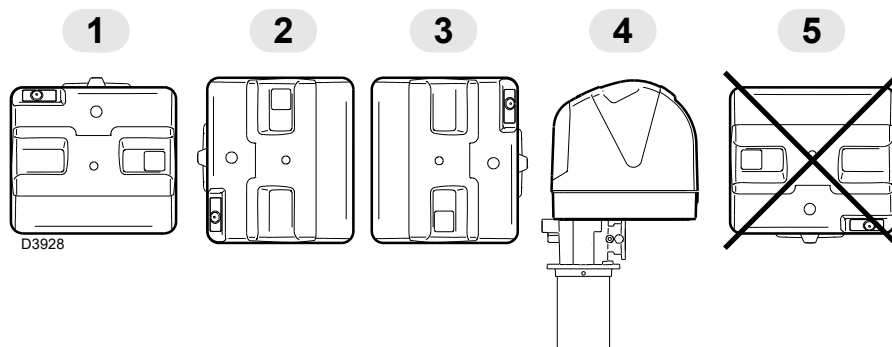

Abb. 7
- Der Brenner ist nur für einen Betrieb in den Stellungen **1, 2, 3** und **4** Abb. 7 vorgesehen.